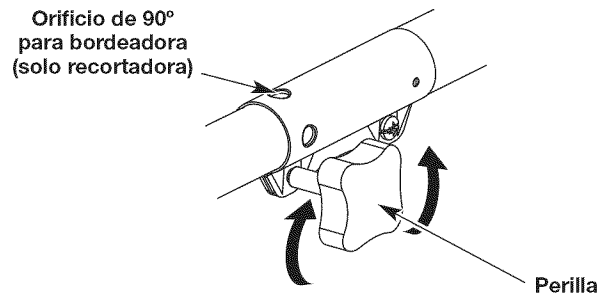
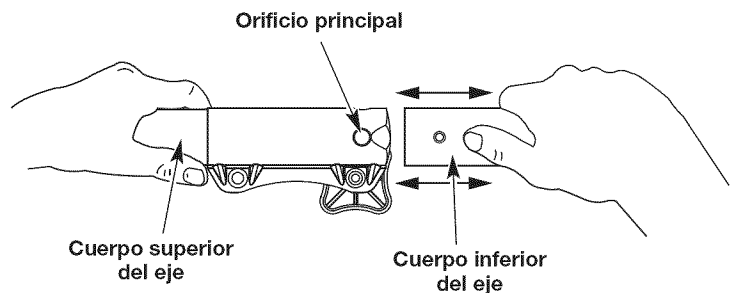

Fig. 4
Fig. 6
1. Para aflojar, gire la perilla en sentido contrario a las agujas del reloj (Fig. 4).
2. Sosteniendo firmemente el accesorio de corte u otro accesorio, empujelo directamente dentro del acoplador Convertible™ hasta que el botón de desconexión encaje sólidamente en el orificio principal (Fig. 6).
3. Para apretar, gire la perilla en el sentido de las agujas del reloj (Fig. 4).
PRECAUCIÓN: Antes de operar esta unidad, cerciórese de que el botón de liberación esté completamente encajado en el orificio principal (Fig. 6) y de que la perilla (Fig. 4) esté bien apretada.
Para hacer cortes (orillados) decorativos con el accesorio de corte del cabezal de línea, trabe el botón de desconexión del accesorio en el interior del orificio de 90° (Fig. 4).
3. Sujetando el cuerpo del eje superior, tire directamente del accesorio de corte o de cualquier otro accesorio para sacarlo del acoplador Convertible™ (Fig. 6).